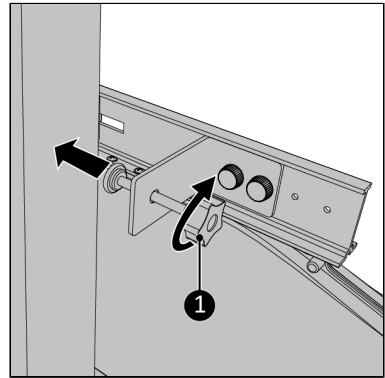

Abbildung 144.
15. Schrauben Sie die Klemmschraube vorsichtig am festen Teil des Fensterrahmens fest (Abbildung 144, Pos. 1).